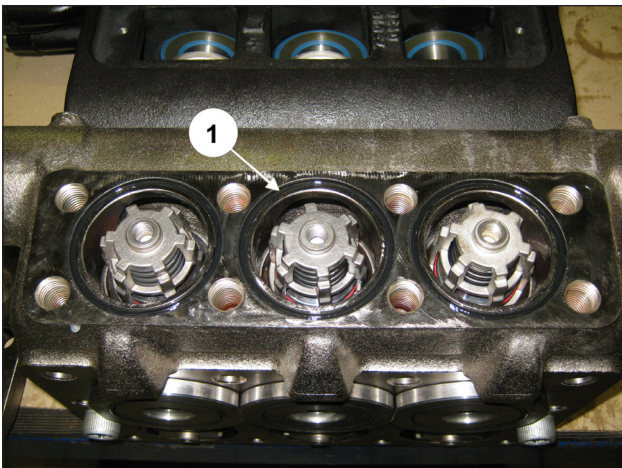

Abb. 146
Setzen Sie den frontseitigen O-Ring an den Druckventilen ein (Pos. ①, Abb. 146).